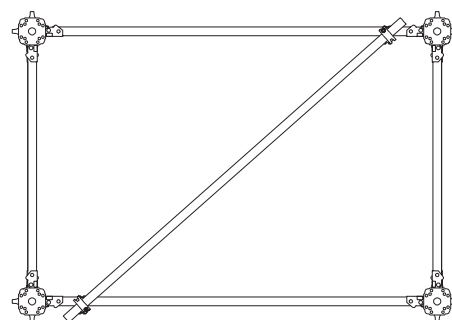

Fig. 29
- Ved tårne med højde > 7,0 m skal der til sikring af tværsnittets form monteres en vandret diagonal på MRK-rammerne i halv højde ved hjælp af drejekoblinger. Fig. 29 (plantegning)